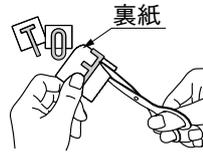

図1-2
- ② 文字に合わせて裏紙をハサミで5分の1程度切ってください。(図1-2参照)